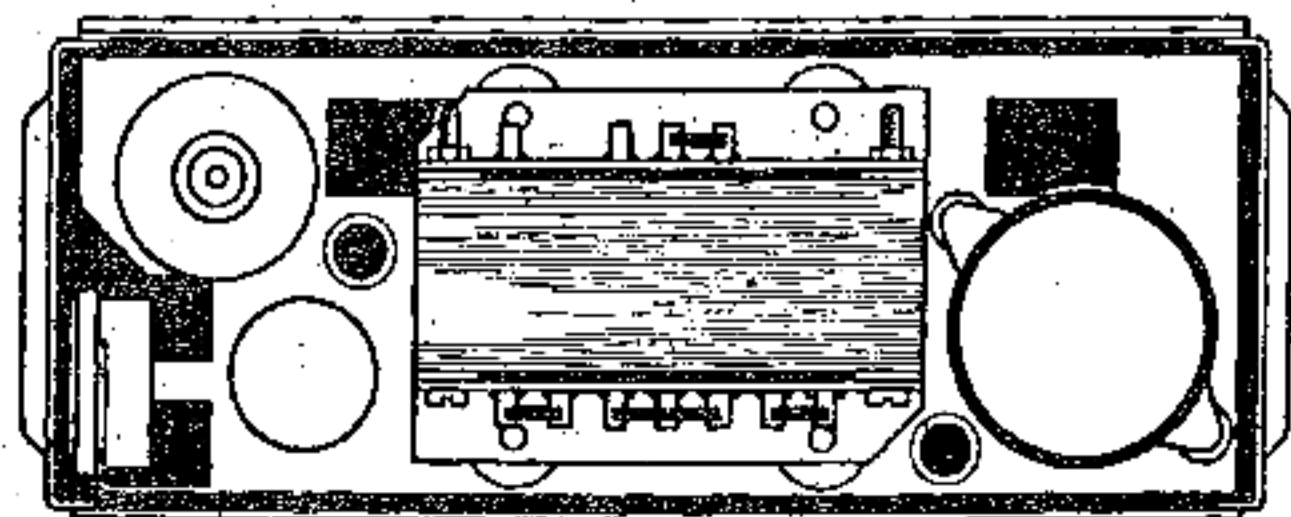
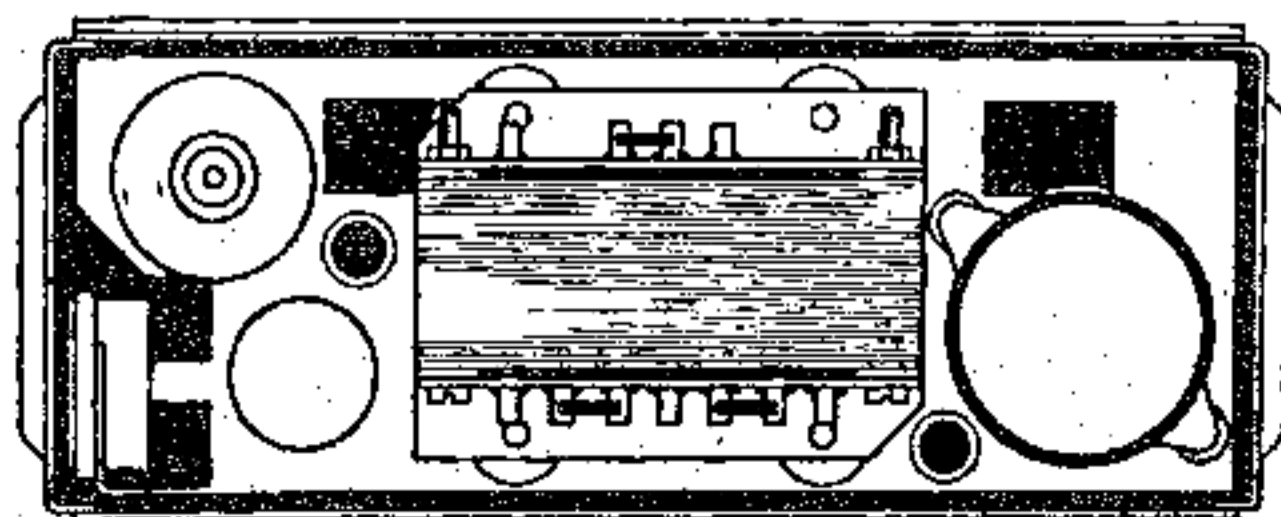

Abb. 7 Schaltung 6 V
Abb. 8 Schaltung 12 V
- Zerhacker-Trafo nach Abb. 7 bzw. Abb. 8 umschalten.